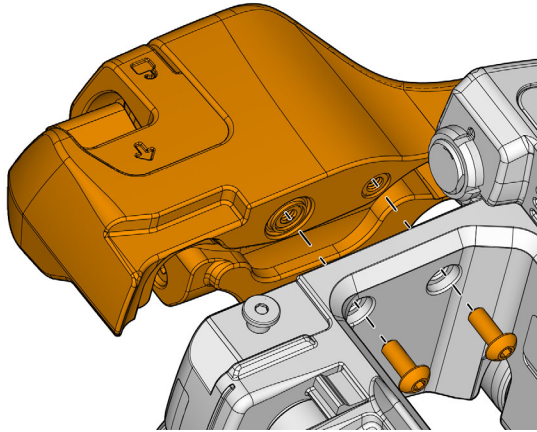

Abbildung 2-5 Entfernen des Weggebers der Index-Achse
1. Entfernen Sie mit dem mitgelieferten Inbusschlüssel (2,5 mm) die beiden Befestigungsschrauben des Weggebers der Index-Achse (siehe Abbildung 2-5 auf Seite 52).